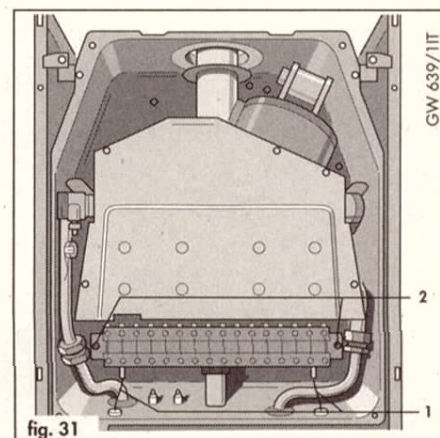

fig. 31
- Scollegare i fili dagli elettrodi di accensione e rilevazione di fiamma (1, fig.31).
- Allentare il raccordo gas (4, fig. 33), togliere le viti (2, fig. 31) e sfilare in avanti il bruciatore.
- staccare il cavetto della sonda NTC (4, fig. 31).
- svitare i raccordi (3, fig. 31) ed estrarre lo scambiatore con i tubi, facendolo scorrere sulle guide.